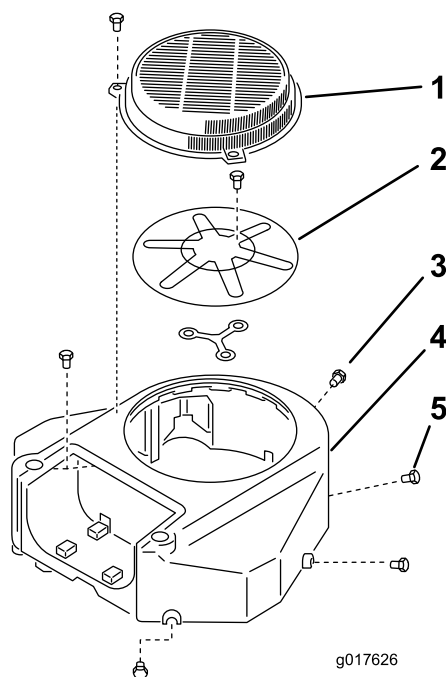

Figure 59
3. Enlevez la grille d'entrée d'air et le boîtier du ventilateur (Figure 59).
5. Reposez la grille d'entrée d'air, le lanceur et le boîtier du ventilateur (Figure 59).